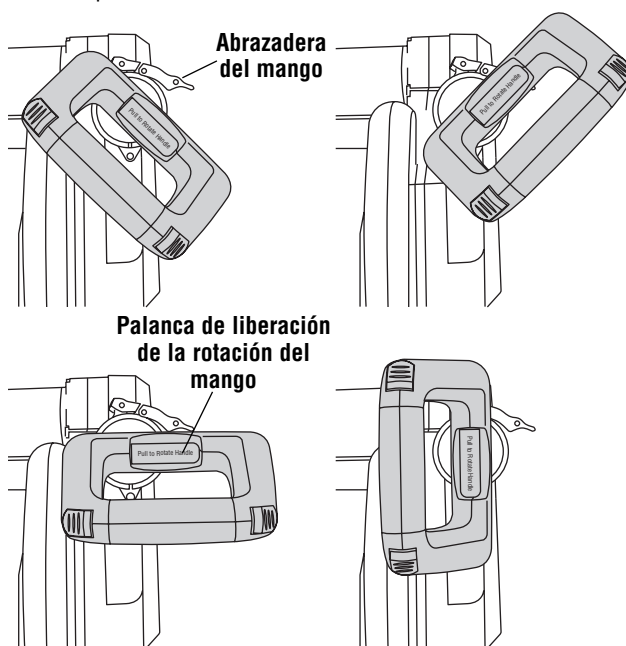

Figura 16. Ajuste de la posición del mango principal
1. Suelte la abrazadera del mango (Figura 16).
2. Tire de la palanca de liberación de la rotación del mango y manténgala sujeta (Figura 16).
4. Suelte la palanca de liberación para que el mango quede en su lugar. La palanca de liberación sólo se retrae en una de las cuatro (4) posiciones.